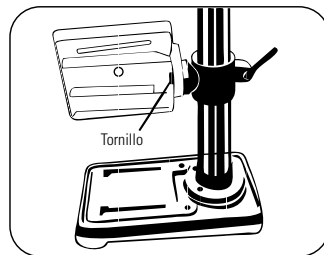

FIGURA 7.10
- Afloje el tornillo localizado en la mesa **6** (Figura 7.10).
- Apriete nuevamente el tornillo (Figura 7.10).
3. Con la ayuda de la manivela, posicione la mesa a la altura deseada. Para perforación en ángulo, ajuste la mesa a través del tornillo, tomando como referencia el auxilio de la escala de grados (Figura 7.10).